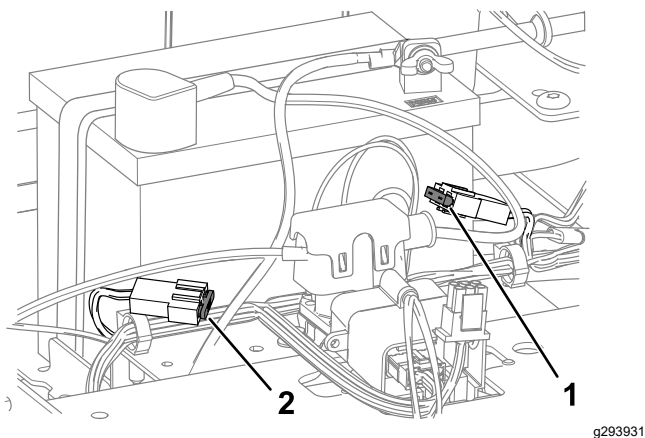

Bild 50
4. Ziehen Sie die Sicherung zum Wechseln heraus (Bild 50).